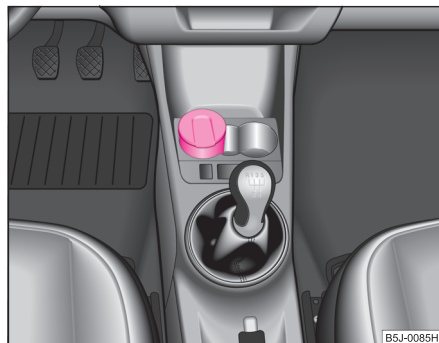

Fig. 76 Consola central: Cenicero delantero
- Sacar el cenicero ⇒ fig. 76 hacia arriba. Al sacarlo, no sujetar el cenicero por la tapa - podría romperse.